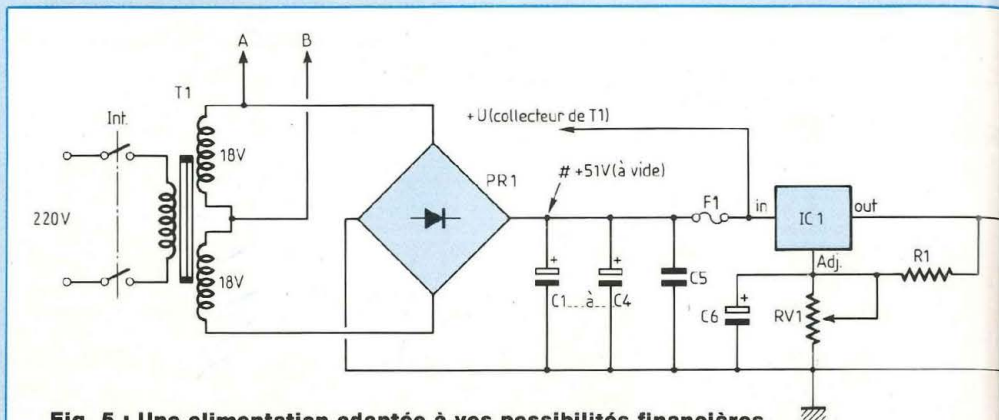

Fig. 5 : Une alimentation adaptée à vos possibilités financières.
La version économique doit comprendre au minimum, sur ce qui est proposé en figure 5 :
C'est celle de la figure 5 avec quelques fluctuations possibles suivant les budgets. Tout d'abord, le transformateur passe de 2 x 15 à 2 x 18 V/250 VA. On obtient donc aux bornes de C1 une tension continue de +51 V. Ensuite, comme précédemment, on étend le filtrage de tête à 9 400 μ F, 14 100 μ F ou 18 800 μ F. Après avoir traversé un fusible de protection F1, nous appliquons notre +51 V à l'entrée (IN) d'un régulateur IC1/LM 317K. Avec l'ajustable RV1 et un coup de tournevis, nous ferons en sorte d'obtenir lors de la première mise en service du Classe A, une tension continue régulée de +44 V sur la broche (OUT) du 317. IC1 va donc maintenir entre ses bornes IN-OUT, une tension excédentaire de +7 V, ce qui l'autorise à fournir un courant max de 2 A s'il est correctement refroidi !